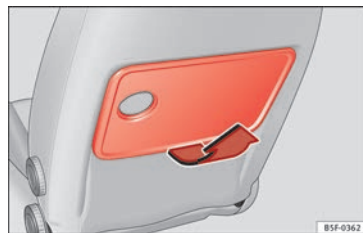

Abb. 114 Sitz vorne links: Klapptisch.
– Klappen Sie den Tisch zum Aufstellen in Pfeilrichtung » Abb. 114 nach oben.